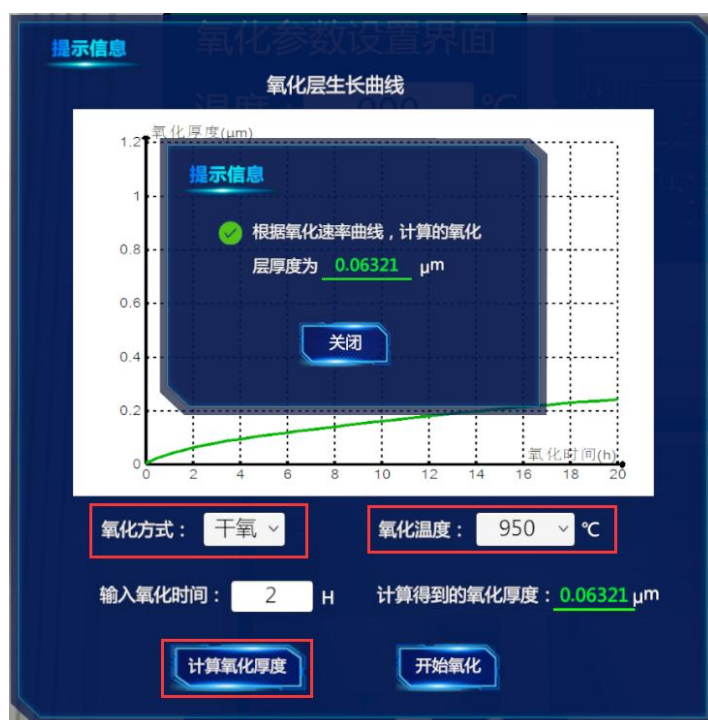

图 5-6 氧化层生长曲线
5) 点击“Edit”按钮，选择氧化方式、氧化温度、输入氧化时间，点击“计算氧化厚度”，最后点击“开始氧化”，氧化层生长曲线如图 5-6 所示。